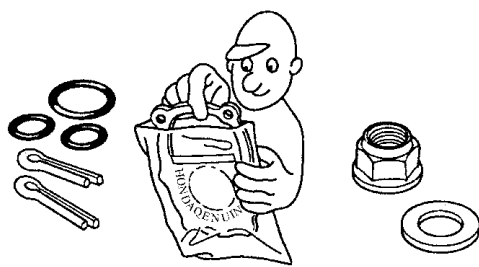

图 1-16 重新组装时应使用新的
8) 在重新组装时,如图 1-16 所示,应使用新的填料、垫片、O形密封圈和开口销。需要更换的旧零部件不得继续使用,必须予以更换。